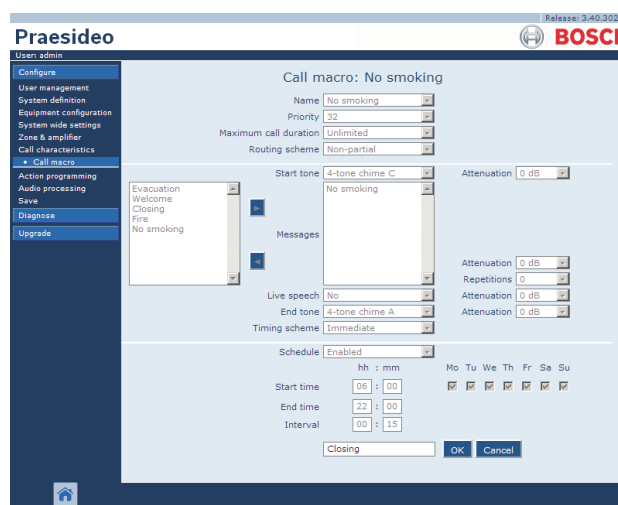

figure 47.4 : Ajout d'une macro d'appel, étape 3
- 3 Saisissez le nom de la nouvelle macro d'appel dans le champ *Name* (voir figure 47.4 pour un exemple). Ce nom peut comprendre au maximum 16 caractères.